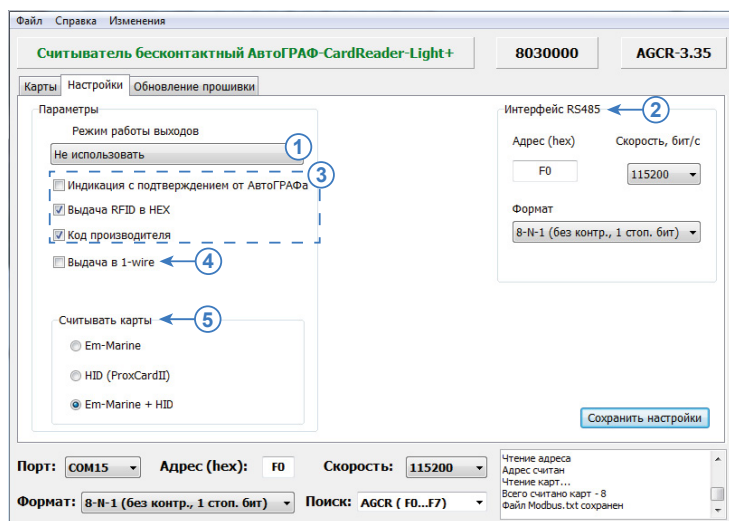

Рис.7. Настройка режима работы выходов и шины RS-485.
- Номер карты RFID должен вводиться в том формате, в котором считыватель выдает номера. Формат выдачи определяется настройкой «Выдача RFID в HEX» на вкладке «Настройки» (Рис.7, п.3).
- Формат, в котором считывается номер карты, зависит от настройки «Выдача RFID в HEX», установленной в считывателе (Рис.7, п.3).
### Режимы работы выхода (Рис.7, п.1)
### Настройка интерфейса RS-485 (Рис.7, п.2)
### Дополнительные настройки RS-485 (Рис.7, п.3)
Для работы считывателя с бортовым контроллером «АвтоГРАФ» по шине 1-Wire необходимо включить в считывателе опцию «Выдача в 1-Wire» (Рис.7, п.4).
Для выбора типа карт, с которыми будет работать считыватель необходимо перейти на вкладку «Настройки» в раздел настроек «Считывать карты» (Рис.7, п.5) и выбрать нужный тип: